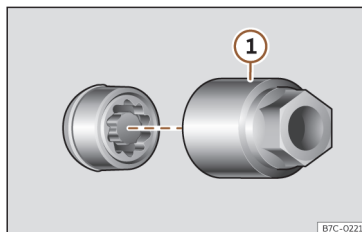

Fig. 183 Vite antifurto della ruota con cappuccio e adattatore.
- Inserire l'adattatore speciale >>> **fig. 183 1** (attrezzo di bordo >>> pag. 283) nella vite antifurto della ruota fino al fermo.